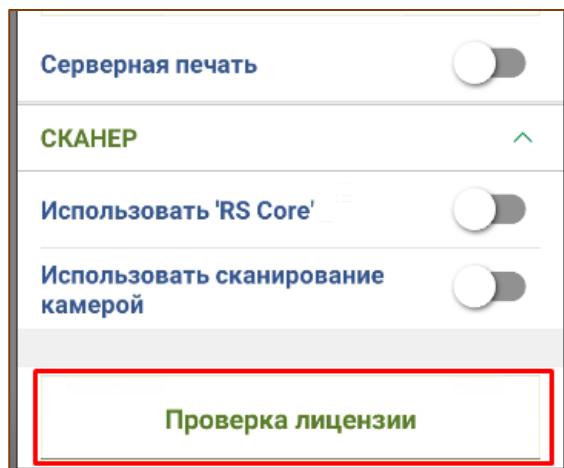

Рис. 5.24 - Проверка лицензии
1. В меню «Настройки» перейти в пункт меню «Проверка лицензии» (Рис. 5.24);